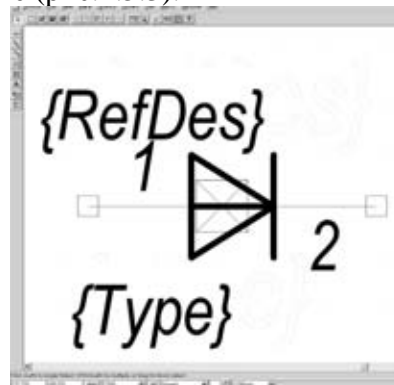

Рис.2.5.3
- Вновь выполнить команду **Place Attribute**. В области Attribute Category выделить цветом Component, а в соседней области Name - Type. Установить шрифт – 3.5. Выравнивание Justification выбрать по вертикали — верх, а по горизонтали — центр. Нажать кнопку ОК. Установить курсор в точку с координатами (14, 4) и щелкнуть ЛК. Полученный результат представлен на рисунке (рис.2.5.3).